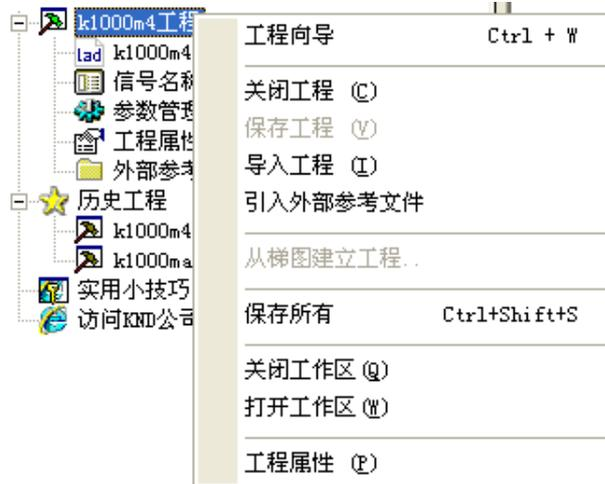

图 4.29 活动工程项目的右键菜单示例
- (1) 单击“工程”菜单的“工程属性”菜单项；
- (2) 通过如图 4.29 所示的活动工程项目的右键菜单，单击“工程属性”菜单项；
- (3) 双击主界面工作区栏中的“工程属性”项目。
- (4) 版本信息最大不能超过 32 个字符。
3、右键单击当前活动工程的项目名，可弹出如图 4.29 所示的菜单。